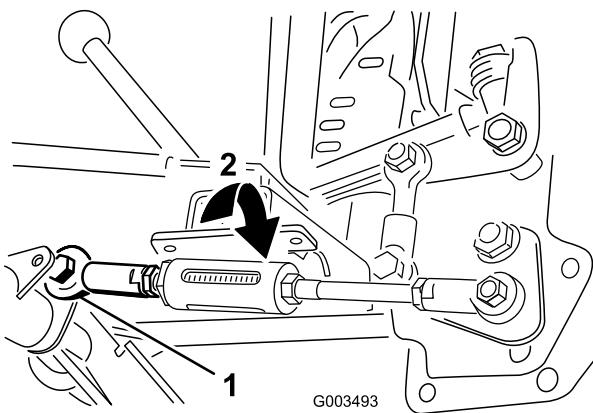

図 18
- ロッドをピボット・チューブに固定しているboltとナットを外す(図 18)。
- 図 18 に示すボール・ジョイントを回転させて、ロッドの長さを調整する：